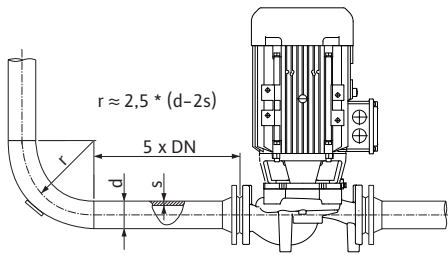

Fig. 42: Дільниця, на якій відбувається вирівнювання потоку, перед насосом та за ним
- Перед насосом та за ним необхідно передбачити дільницю, на якій відбувається вирівнювання потоку, у формі прямого трубопроводу. Довжина дільниці, на якій відбувається вирівнювання потоку, повинна складати щонайменше $5 \times DN$ (5-кратний номінальний внутрішній діаметр) фланця насоса (Fig. 42). Цей захід служить для запобігання кавітації потоку.